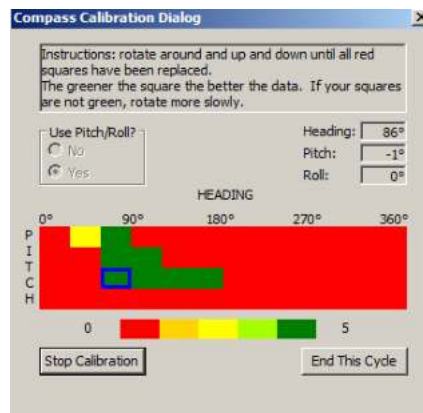

Figura 16. Pantalla de calibración de la brújula RiverPro / RioPro - Pitch / Roll
- Haga clic en **Sí** si RiverRay, RiverPro / RioPro o StreamPro están sujetos a pitch and roll (vea la Figura 16). Esta calibración requiere hasta ocho rotaciones (cuatro para la calibración y cuatro para la verificación) mientras que empuja el StreamPro arriba y abajo.